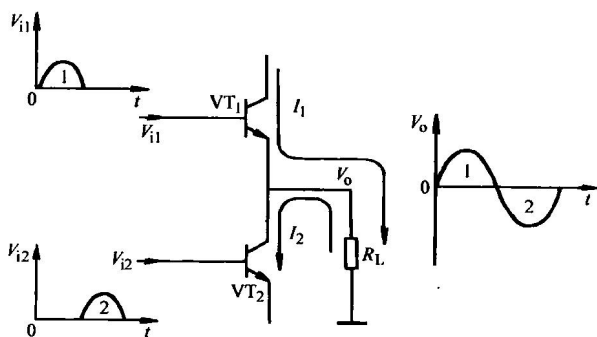

图 1-2 乙类放大器电路示意图
2. 乙类放大器概念 所谓乙类放大器就是不给晶体管加静态偏置电流,且用两只性能对称的晶体管来分别放大信号的正半周和负半周,在放大器的负载上将正、负半周信号合成一个完整周期的信号,图 1-2 中就是没有考虑这种放大器非线性失真时的示意图。
级的这一输入信号幅度已经足够大，可以用信号本身来使 VT_1 管进入放大区。这一信号经 VT_1 管放大后加到负载 R_L 上，其信号电流方向如图 1-2 中 I_1 所示，即从上而下流过 R_L ，在负载上得到半周信号 1。在 VT_1 管进入放大状态时， VT_2 管处于截止状态。
当正半周信号 1 过去之后，输入信号 V_{i2} 加到 VT_2 管基极， V_{i2} 使 VT_2 管进入放大区。由 VT_2 管放大这一半周信号， VT_2 管的输出电流方向如图 1-2 中所示，从下而上地流过负载电阻 R_L ，如图中 I_2 所示，这样在负载电阻上得到负半周信号 2。在 VT_2 管进入放大状态时， VT_1 管处于截止状态。